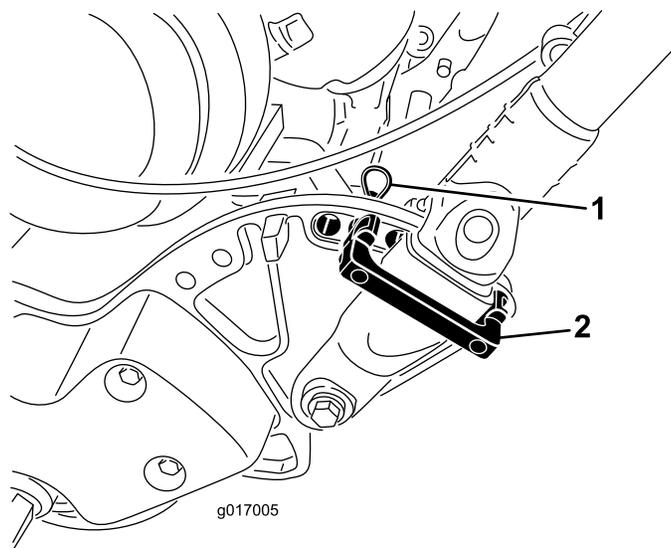

Figura 8
1. Mentre sostenete la maniglia, rimuovete le fascette per cavi che fissano i morsetti della maniglia alle piastre laterali (Figura 8).
2. Ruotate la maniglia alla posizione operativa desiderata, inserite un fermo della maniglia sopra il relativo morsetto e nei fori corrispondenti nella piastra laterale (Figura 8).
3. Fissate il morsetto in posizione con una coppiglia (Figura 8).